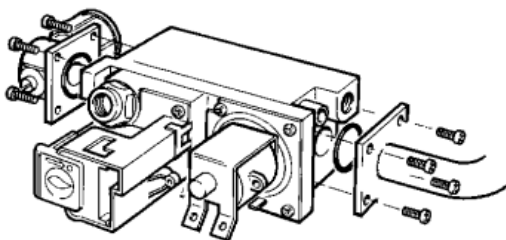

Fig. 21
5.9 To Replace the Gas Valve - See Fig. 21.